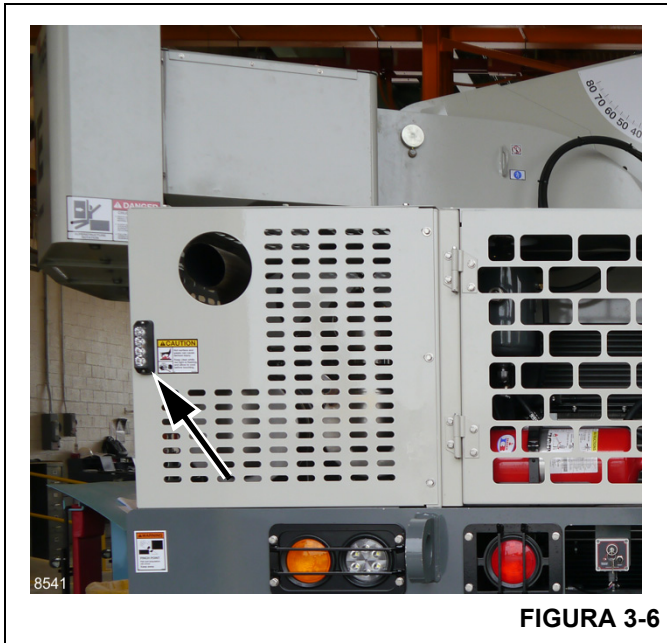

FIGURA 3-6
O medidor HEST (14) acende em vermelho quando a temperatura está alta durante a limpeza do sistema de escape. Além disso, uma luz (Figura 3-6) próxima ao tubo de escape começa a piscar como um aviso sobre as altas temperaturas de escape.